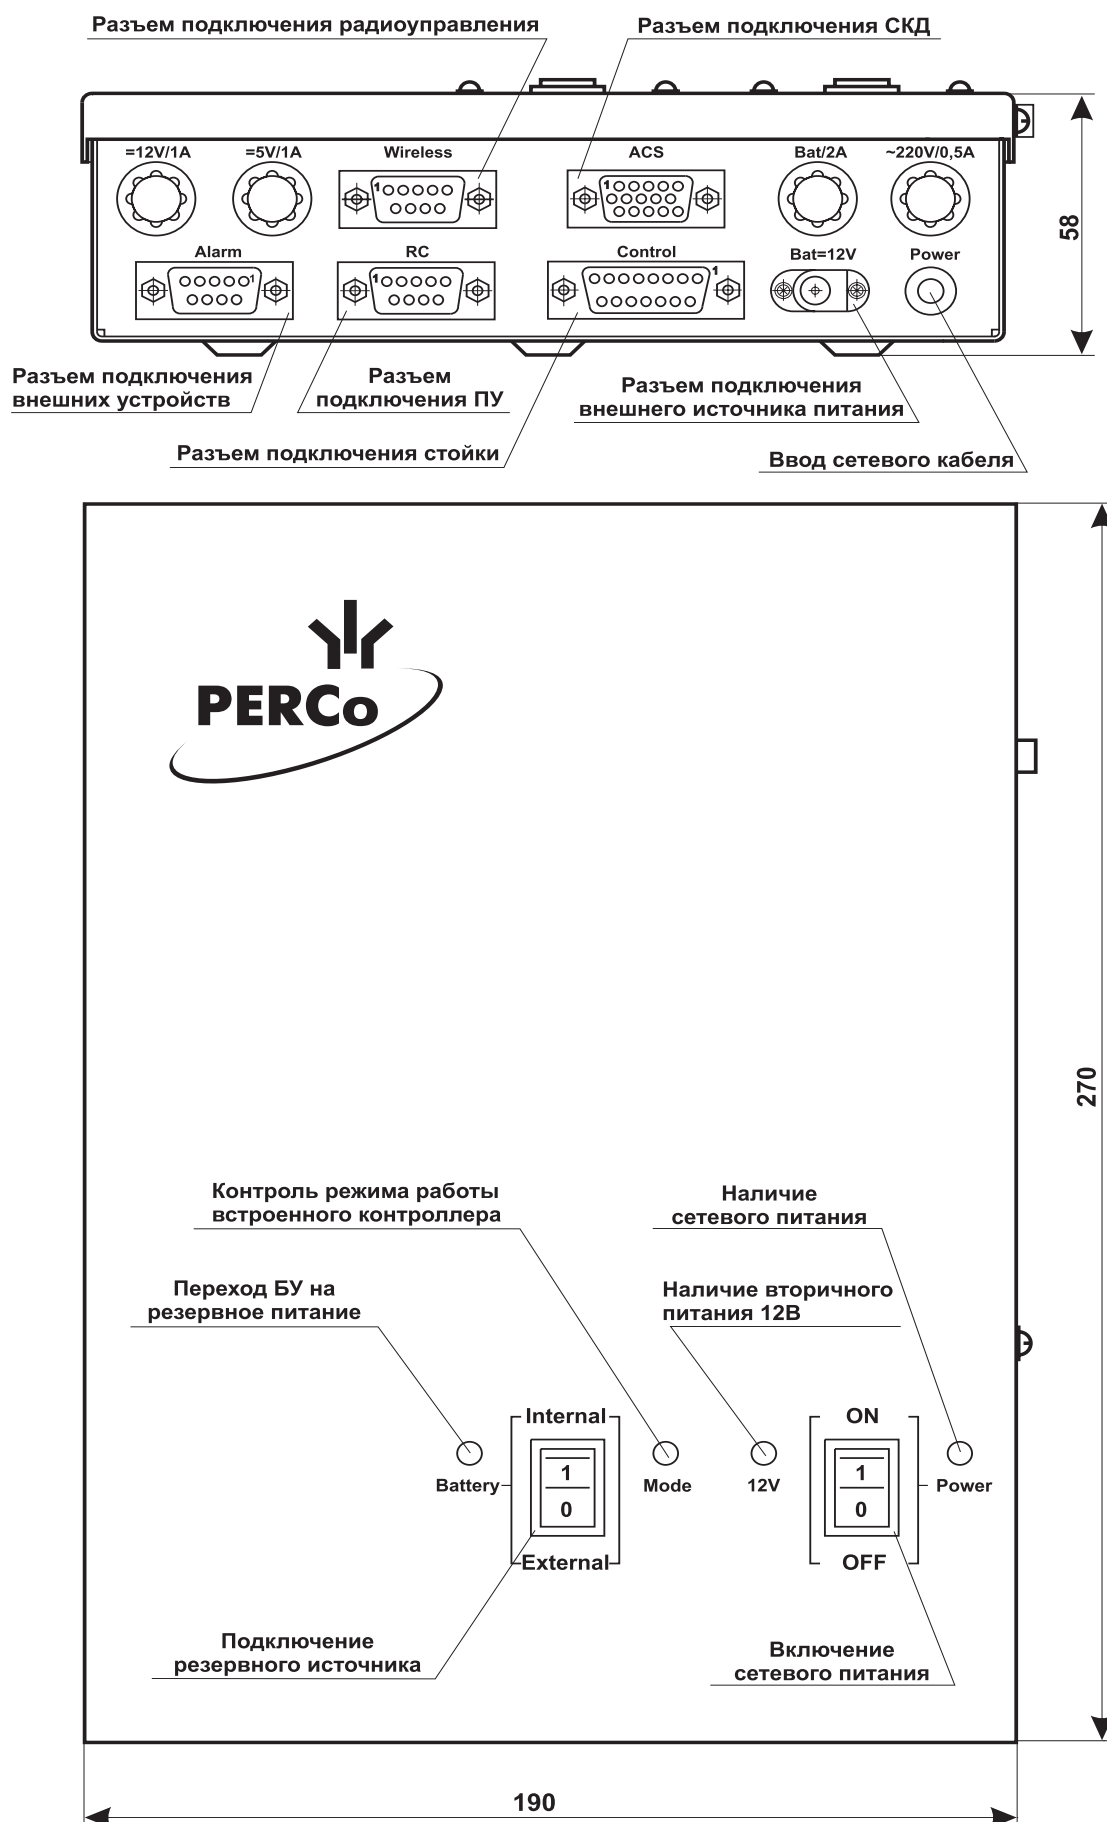

Рис. 3 Блок управления
Пульт снабжен гибким многожильным кабелем, подключается к БУ через разъем DB-9M (к разъему «**RC**» на нижней стенке БУ). Если включить пульт в разъем «**Wireless**» (рис. 3), то произойдет зеркальное переназначение кнопок пульта.
5.2.1. Калитка имеет 5 режимов прохода. Задание режимов с пульта и вывод соответствующей индикации на пульт осуществляется в соответствии с таблицей 2. Правому вращению створки (по часовой стрелке) соответствует правая кнопка пульта **«→»** (при подключении ПУ к разъему **«RC»** на нижней стенке БУ (см. рис. 3)).